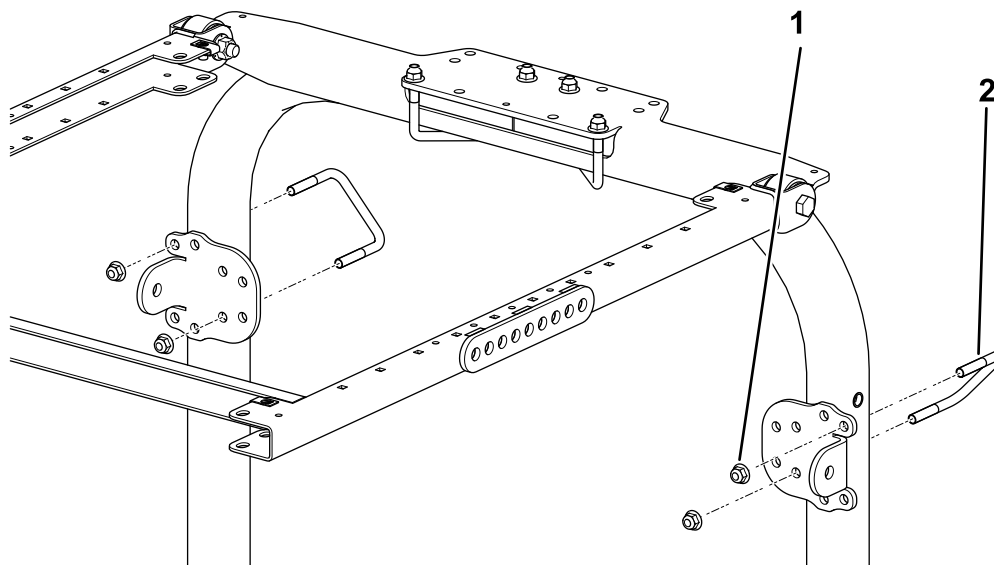

Figura 47
4. Utilizando os furos de montagem mostrados na Figura 47, monte sem apertar completamente cada um dos suportes de cinta às colunas da barra de segurança com uma cavilha em U (3½ pol. x 2¾ pol.) e duas porcas flangeadas.